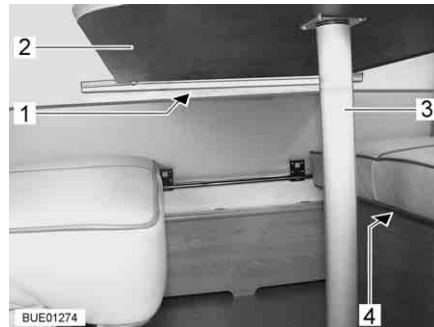
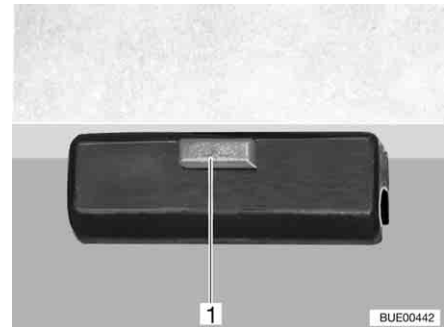

Bild 104 Hängbord med utbytbart bordsben
Bild 105 Lås
- Lyft upp bordsskivan (Bild 104,2) något fram till.
- Skruva loss bordsbenet (Bild 104,3) och lägg det åt sidan.
- Tryck på låsknappen (Bild 105,1) på låset (Bild 104,1).
- Lägg bordsskivan i hållarna (Bild 104,4) på sittbänkarna.